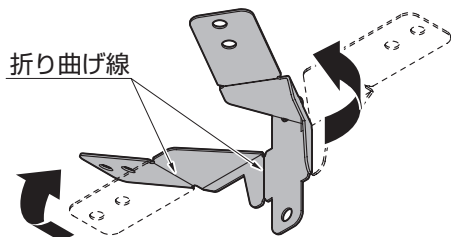

図4-1 自在コーナー金具
- ① 胴縁上面に自在コーナー金具が取付くように、本体のコーナー角度・傾斜角度に合わせて、折り曲げ線部分で金具を折り曲げてください。（図4-1参照）